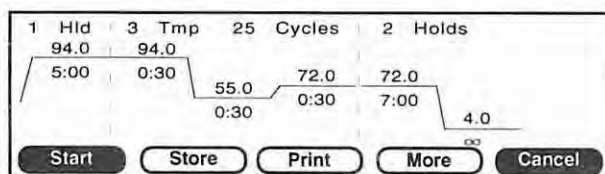

Fig. 2-9 メソッドファイル作成スクリーン
1. メインメニュー(Fig. 1-2)から **F2** -Createを押してください。メソッドファイル作成スクリーン(Fig. 2-9)が表示されます。
- ◆ メソッドファイル作成スクリーン(Fig. 2-9)上で温度/時間パラメーターを入力 (P. 44 参照) して、新規のメソッドファイルを作成します。
メソッドファイルの Pre-PCR, PCR および Post-PCR に、パラメーターを入力してください。いずれのパラメーターも、テンキーを用いてメソッドファイル作成スクリーン (Fig. 2-9) 上で入力します。